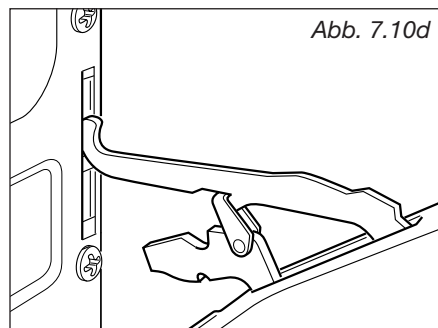

Abb. 7.10d
4. Ofentür nach vorne abziehen (Scharniere lösen sich aus den Schlitzen) (abb. 7.10d).